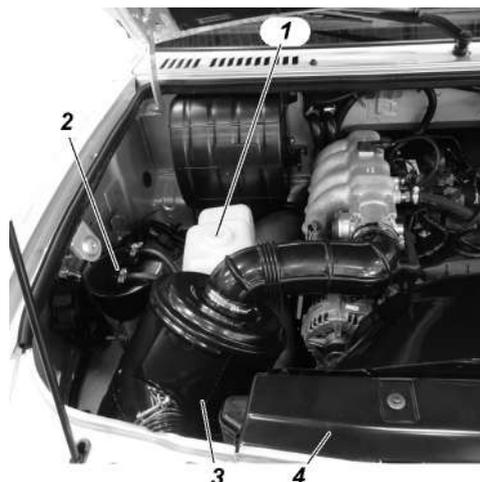

Рис. 3.38. Подкапотное пространство (фрагмент):
**Бачок омывателя 1** (рис. 3.38) заполняйте чистой водой (летом) или специальной незамерзающей при температуре ниже 0 °С жидкостью.